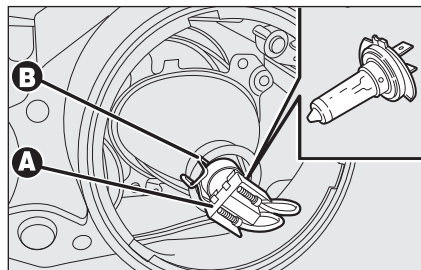

fig. 29
- ☐ scollegare il connettore elettrico **A-fig. 29**;
- ☐ rimontare la nuova lampada quindi riagganciare la molletta fermalampada **B-fig. 29**;